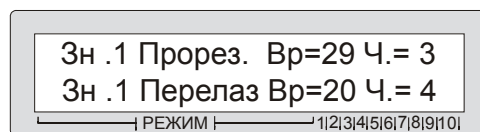

Рисунок 23
Для проведения проверки необходимо войти в режим отображения текущего состояния зоны охраны. При этом для зоны 1 необходимо нажать клавишу «1», для зоны 2 клавишу «2». Нажатие клавиши «1» приводит к отображению текущего состояния зоны охраны 1 (рис. 23)
- Для имитации попытки перелазы попытайтесь забраться на ограждение. При этом на дисплее (рис. 23) Вр - текущее состояние временного окна перелазы должно начать уменьшаться на единицу каждую секунду. Ч.- текущее значение предельного времени перелазы будет уменьшаться на единицу с каждым воздействием, соответствующему требуемому минимальному уровню обнаружения. ✖ Значения параметров Ч. и Вр. можно изменить в режиме программирования (п. 2.6.5). Данные параметры устанавливаются, исходя из конкретных условий объекта. Если значение Ч. уменьшается при слишком малом воздействии, необходимом для однократной попытки перелазы через ограждение, необходимо увеличить **порог** срабатывания по перелазу в режиме программирования (п. 2.6.5). Если значение Ч. уменьшается при слишком большом воздействии, необходимом для однократной попытки перелазы через ограждение, необходимо уменьшить **порог** срабатывания по перелазу в режиме программирования (п. 2.6.5). Значение